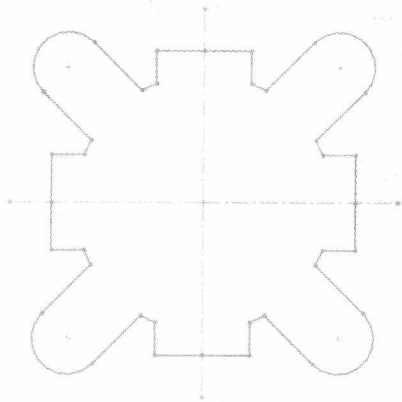

图 2-9 气缸体截面草图
Step9 退出草图并保存文件。单击“草图”工具栏中的“退出草图”按钮, 最终生成的草图如图 2-9 所示。单击“标准”工具栏中的“保存”按钮, 将文件保存为“气缸体截面草图.sldprt”。